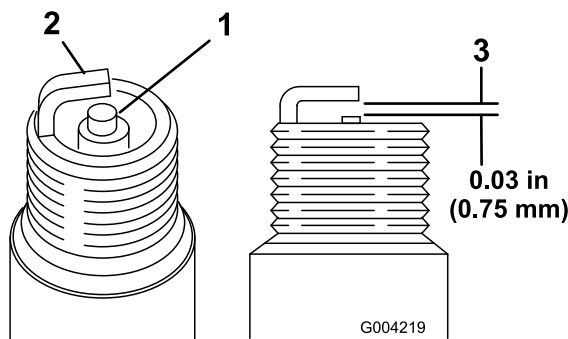

图 49
2. 检查中心电极与侧电极之间的间隙图 49。
3. 如果间隙不正确请弯转侧电极图 49。
1. 查看两个火花塞的中心图 49。如果您看到绝缘体上有浅棕色或浅灰色涂层、说明发动机运行正常。如果绝缘体上的涂层为黑色、则通常意味着空气滤清器已变脏。